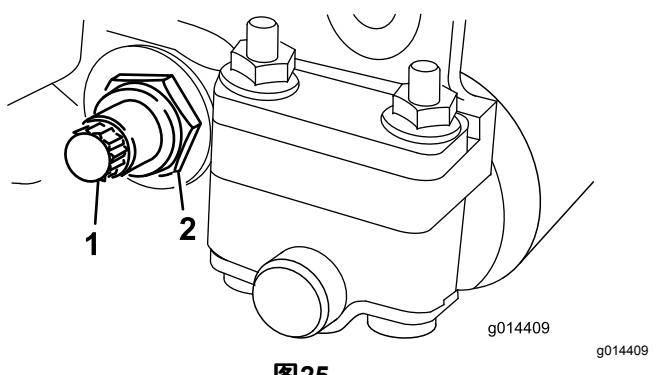

图25
3. 在机器的另一侧松开固定底刀架螺栓 图25 的锁紧螺母。
4. 拆下每个底刀架螺栓即可向下拉动底刀架并从机器螺栓上拆下来 图25。